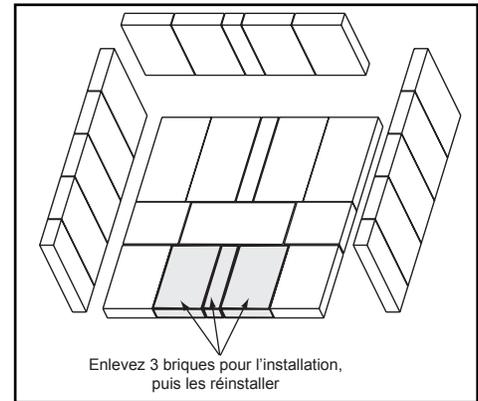

Figure 17.1
- Retirez les 3 briques de la partie avant de la boîte à feu (**Figure 17.1**).
2. Retirez les 3 briques de la partie avant de la boîte à feu (Figure 17.1 à la page 17).